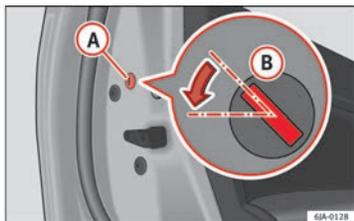

Fig. 48 Porta posteriore: bloccaggio di emergenza.
- Rimuovere il coperchietto (A) ⇒ fig. 48.
- Introdurre la chiave nella scanalatura (B) e girarla nel senso della freccia fino a raggiungere la posizione orizzontale (nella porta destra in senso contrario).